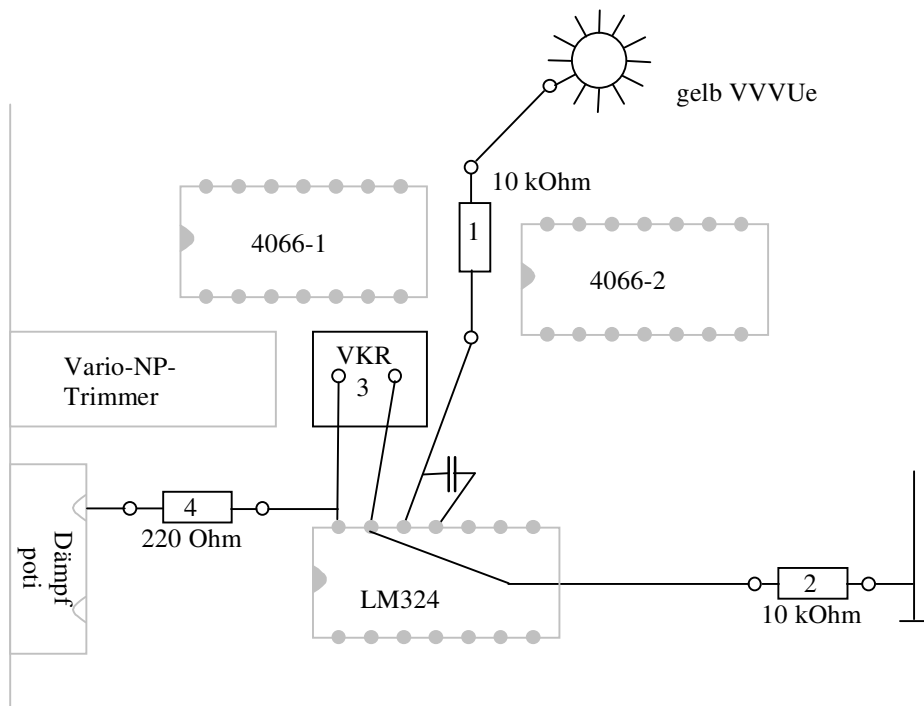
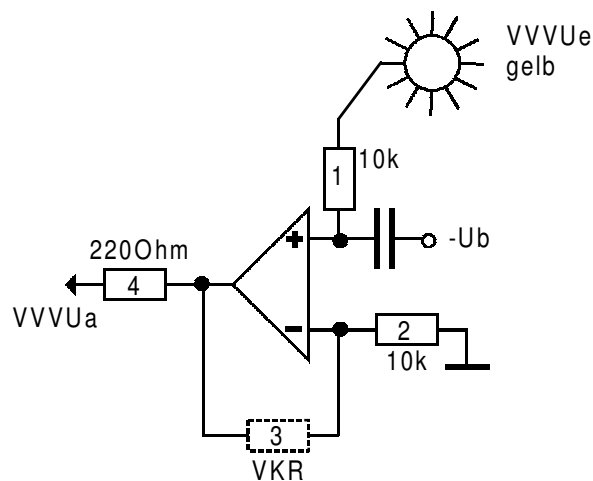

Abbildung 1 Platine Lage VKR
Abbildung 2 Schaltung VKR
- B1 Die Anordnung des VVV in der Platine zeigt Abbildung 1 und Abbildung 2 zeigt die Schaltskizze.